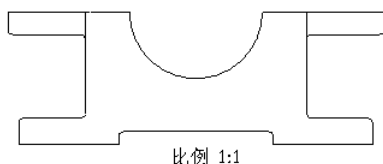

图 3.12.25 主视图
Step5. 选取 **类别** 区域中的 **视图显示** 选项, 在 **显示样式** 下拉列表中选择 **消隐** 选项, 在 **相切边显示样式** 下拉列表中选择 **无** 选项, 其他参数采用系统默认值, 单击 **确定** 按钮, 此时主视图如图 3.12.25 所示。